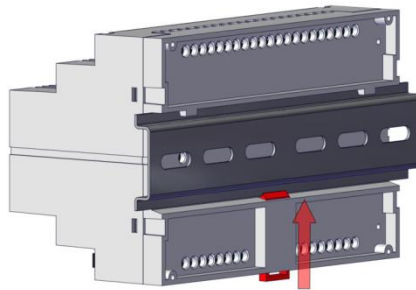

Abb. 3: Einrasten
- ▶ Prüfen Sie, ob die Verriegelung sicher eingerastet ist (Abb. 3).